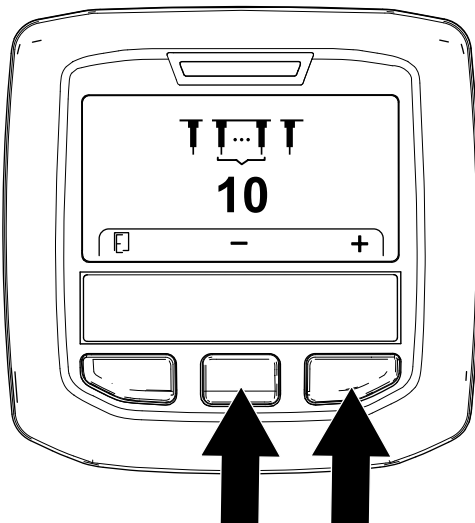

Figura 62
- Reglai cantitatea de dini (Figura 62) după cum urmează: